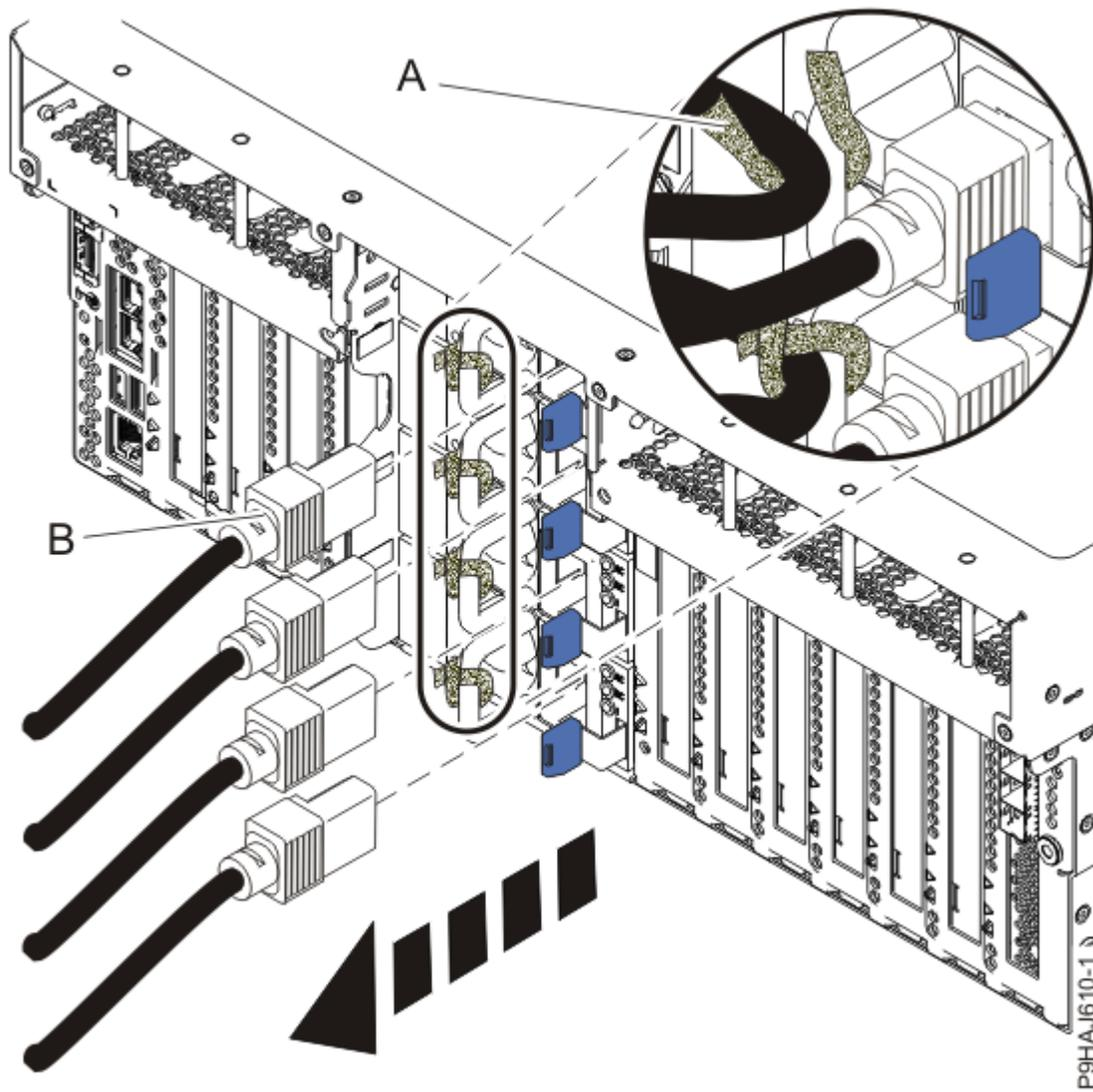

Figura 7. Remover os cabos de alimentação de um servidor montado em bastidor
- b) Etiquete e desligue os cabos de alimentação da unidade de sistema. Consulte Figura 7 na página 8 ou Figura 8 na página 9.